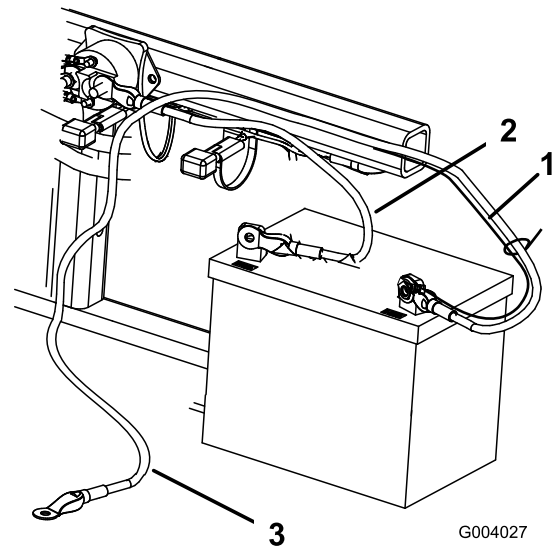

Figura 6
2. Conecte el cable positivo (rojo) al borne positivo (+) con un perno ($\frac{1}{4}$ " x $\frac{5}{8}$ ") y una contratuerca (Figura 6).
3. Conecte el cable negro pequeño y el cable negativo (negro) al borne negativo (-) de la batería con un perno ($\frac{1}{4}$ " x $\frac{5}{8}$ ") y una contratuerca ($\frac{1}{4}$ ") (Figura 6).